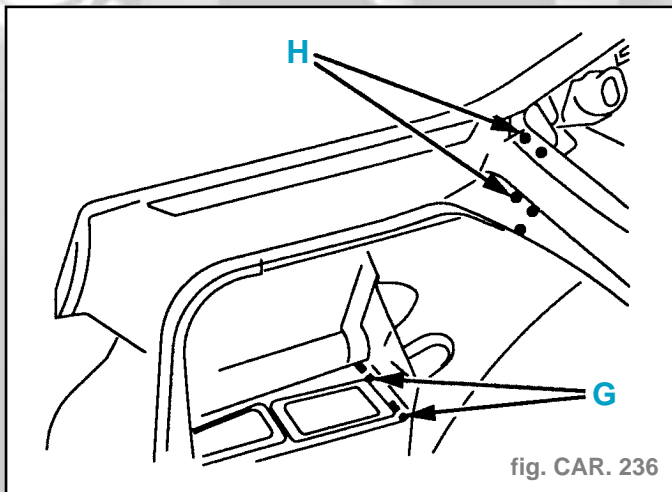

fig. CAR. 236
- Souder par cordon au MIG (suivant G) (fig. CAR. 236).